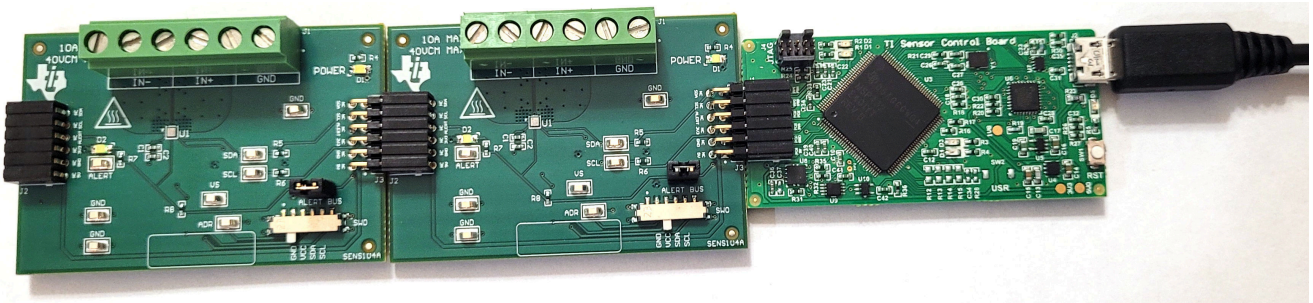

图 3-2. 多个 EVM 连接到 SCB 控制器
- a. 连接相同类型的多个 EVM 时，请参阅图 3-2。
如果使用多个 EVM，如图 3-2 所示进行连接。确保对每个器件使用不同的地址。GUI 一次仅支持一个 EVM/器件类型，总共最多四个 EVM。
- 请参阅图 3-2，了解如何将多个 EVM 连接起来。